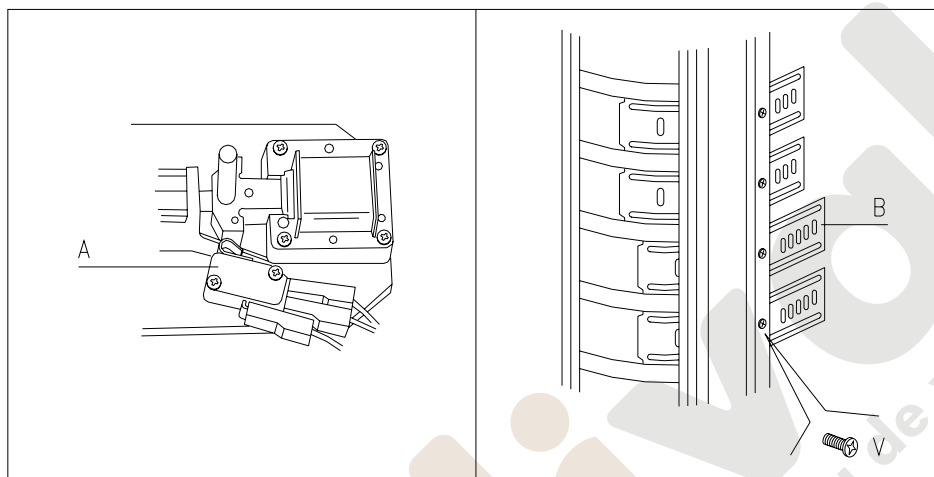

FIG. 5
- 1) El electroimán es excitado, desengancha el pistoncito y abre el micro A FIG. 5, liberando el disco.
Los discos de selección incluidos en el distribuidor, tienen los compartimientos regulados previamente como se muestra en la FIG. 7 - FIG. 8. Tal vez sea necesario cambiar el tamaño de los compartimientos para alojar productos de tipo diferente. Puede cambiarse el número de compartimientos quitando o añadiendo tabiques divisorios. El número de espacios en el disco podrá ser: 6, 8, 12, 16, 24, 48 - 5, 10, 20, 40 (véase FIG. 7 - FIG. 8). Cuando se modifica el número de espacios es necesario desplazar también las planchas corredizas que hay en la plantilla cubre discos (FIG.5 ref.B) aflojando el tornillo (ref.V FIG. 5). Además, es preciso añadir o quitar las tapitas que bloquean el pistoncito en función de la anchura del compartimiento (véase FIG. 8).
- 9) Colocar, en función de los espacios creados, las planchas corredizas como se describe precedentemente en el párrafo "COMPARTIMENTOS DISCOS DE SELECCIÓN" y en el esquema de la FIG. 5 ref B.